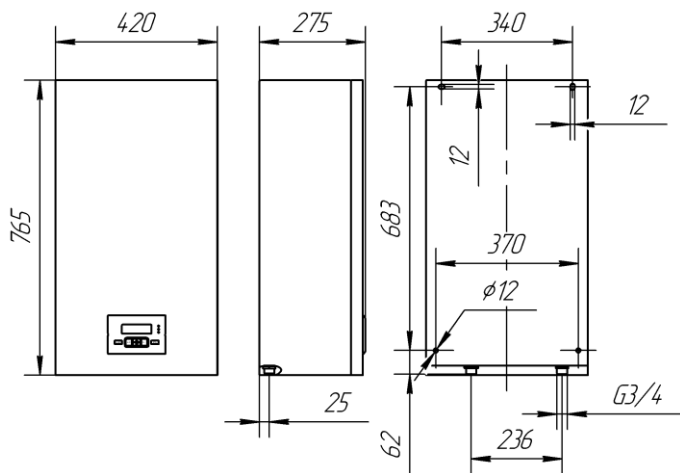

Рисунок 10
6.1.11 Прибор должен навешиваться на стены, достаточно прочные перегородки и т. п. Прибор крепится через отверстия в задней панели с использованием четырех шурупов 8x50, дюбелей 10x60 и плоских шайб. Разметка отверстий под крепление прибора приведена на рис. 10 вид сзади.